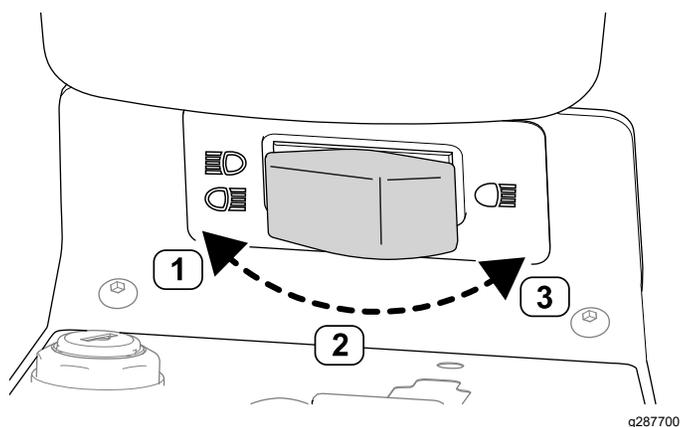

Figura 2
2. Utilize o interruptor (Figura 2) para testar se a luz traseira está a funcionar: